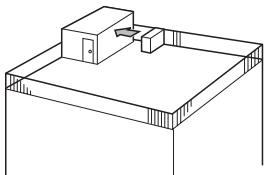

Fig. 2-4
- ① Richt de luchtauitlaat naar de dichtstbijzijnde muur, op ongeveer 500 mm van de muur. (Fig. 2-4)